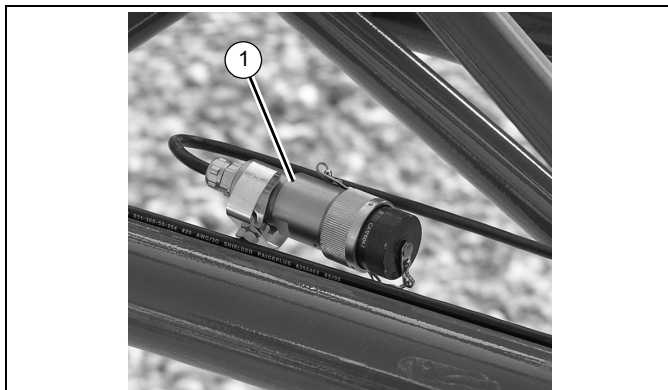

FIGURA 4-63
- a. Remova o conector da extremidade do cabo do RCL (1) (Figura 4-63) da extensão e passe-o através da extensão da lança.